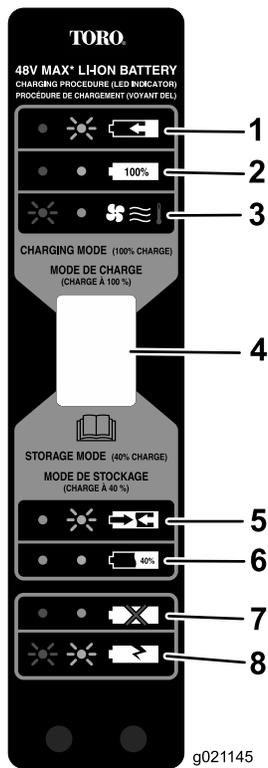

Figura 14
- Consulte Figura 14 para interpretar los indicadores LED del cargador de la batería.
Utilice el modo de almacenamiento (Figura 14) si la batería no se va a utilizar durante 12 meses o más.
- Cuando la batería esté preparada para el almacenamiento (Figura 14, punto 6.), retire la batería del cargador.